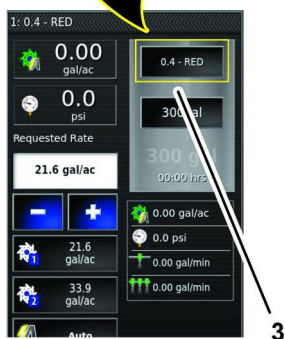

Figure 156
- Appuyez sur l'icône CONTRÔLEUR DE PULVÉRISATEUR et appuyez sur l'icône Développer l'affichage dans le panneau du contrôleur (Figure 156).